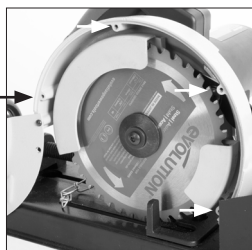

Fig. 2
- Retirez les quatre (4) vis à tête creuse fixant le protecteur de lame supérieur.
- Déplacez doucement le carter vers l'extérieur et tournez-le vers le bas et vers l'avant pour révéler l'arbre de la machine. (Fig. 2)